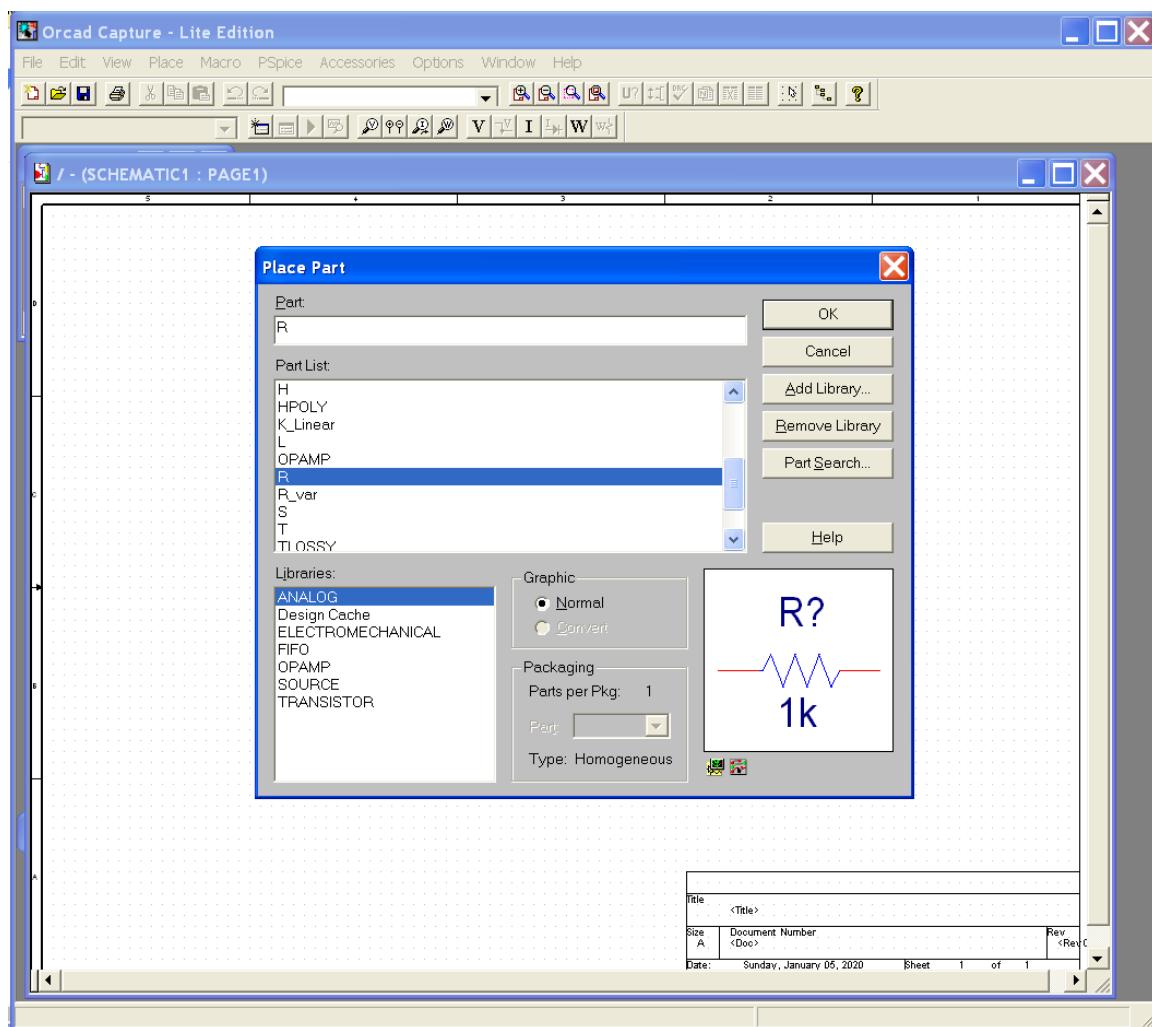

图 7. Place->Part
1) Place->Part, 可见到下面图 7.
2) Add Library -> 装入 ANALOG.lib, 可见到图 7 中的各种元件, 如 R, L, OPAMP 等.